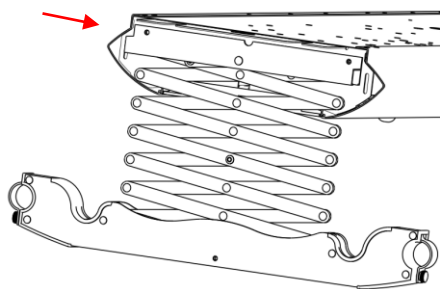
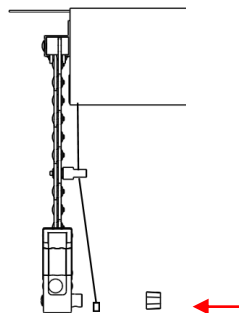

图 3
图 4
7. 安装剪刀架：将剪刀架一端平贴在主机安装板上，用 M5*6 盘头螺钉锁紧（如图 3），再将钢丝绳的圆锌头穿过剪刀架护圈的过孔，最后将圆锌头卡入衣杆支撑板挂口内，并用钢丝绳挂口盖扣紧固定。（如图 4）